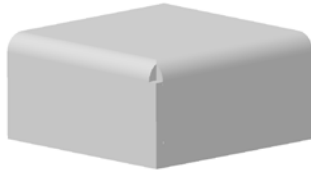

图 5.6.7 封闭
- ☒ **封闭**：选取该选项，创建封闭角时将整个弯边特征的内壁面封闭，使得边缘彼此之间能够相互衔接。在拐角区域创建一个 45° 的斜接小缝隙，如图 5.6.7 所示。